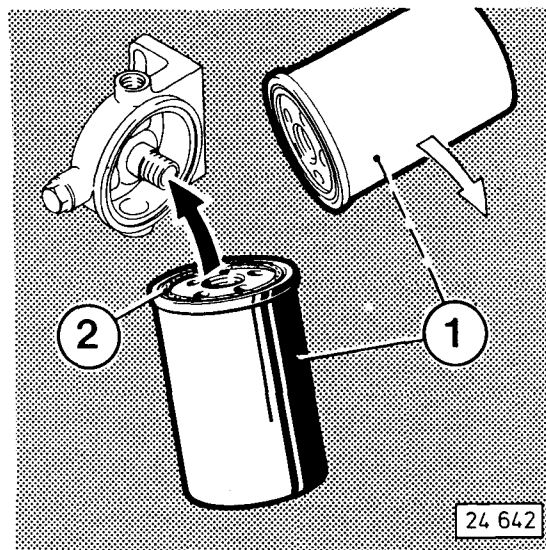

Fig. 56
- Kraftstofffilter-Patrone 1 (Fig. 56) ggf. mit Lösewerkzeug abschrauben.